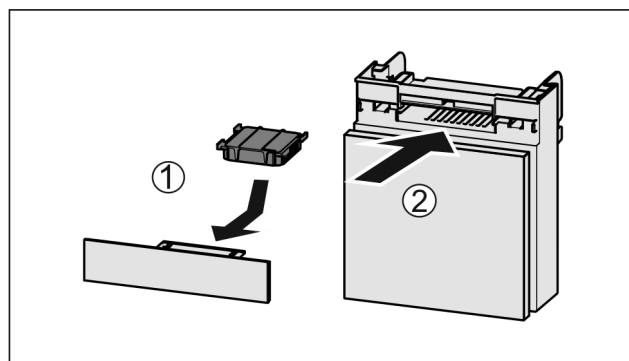

Fig. 169
- ▶ Установите фильтр с активированным углем, как показано на рисунке Fig. 169 (1).
- ▶ Вставьте отделение Fig. 169 (2).